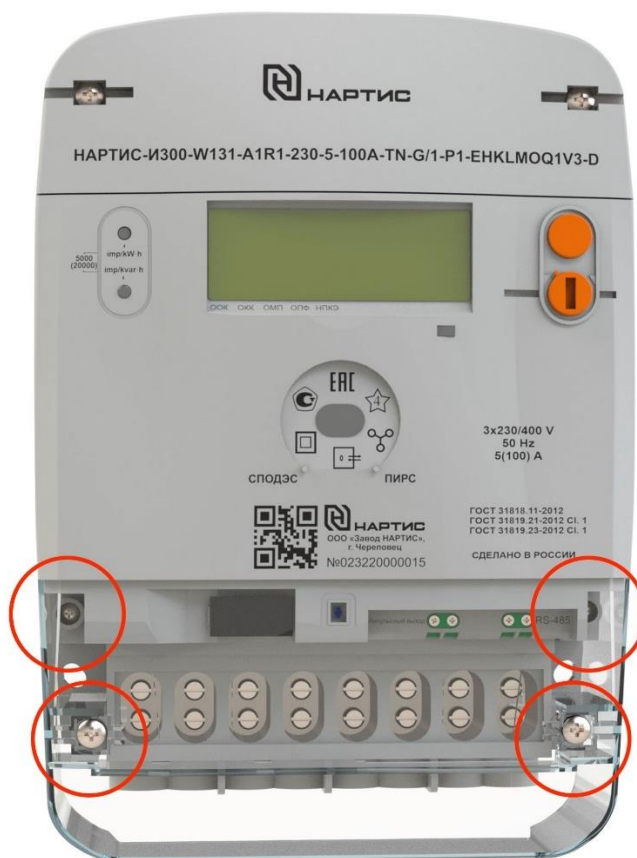

Рисунок 9 — Места опломбировки счетчика HARTIS-И300 W131 A5S(A5SR1)10
6.1 Опломбировать счетчик пломбами обслуживающей организации (рисунок 9).